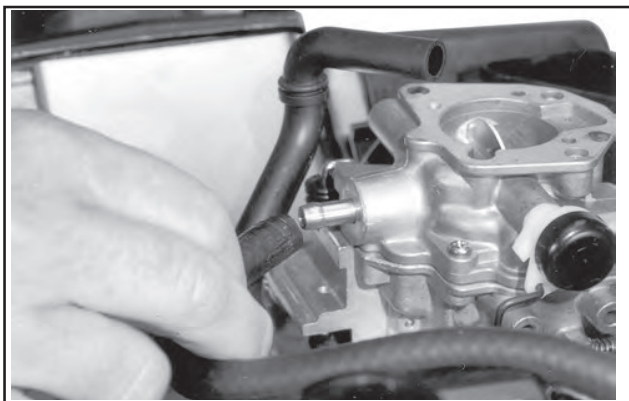

Abbildung 11-91. Anschluss Kraftstoffeinlassleitung.
1. Den Gummi-Entlüftungsschlauch mit dem Entlüfterdeckel verbinden. Die Kraftstoffeinsaugleitung an den Vergaser anschließen und mit einer Klemme fixieren. Siehe Abbildung 11-91.